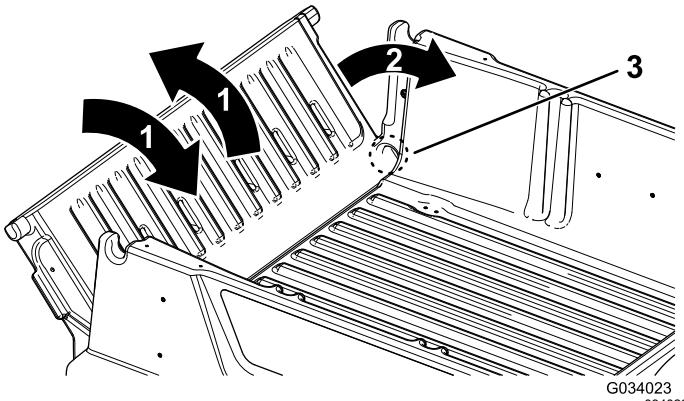

Figura 24
2. Gire el portón trasero a un ángulo de 45° aproximadamente (Figura 24).
3. Mueva el portón trasero varias veces hacia adelante y hacia atrás, con breves sacudidas (Figura 24).